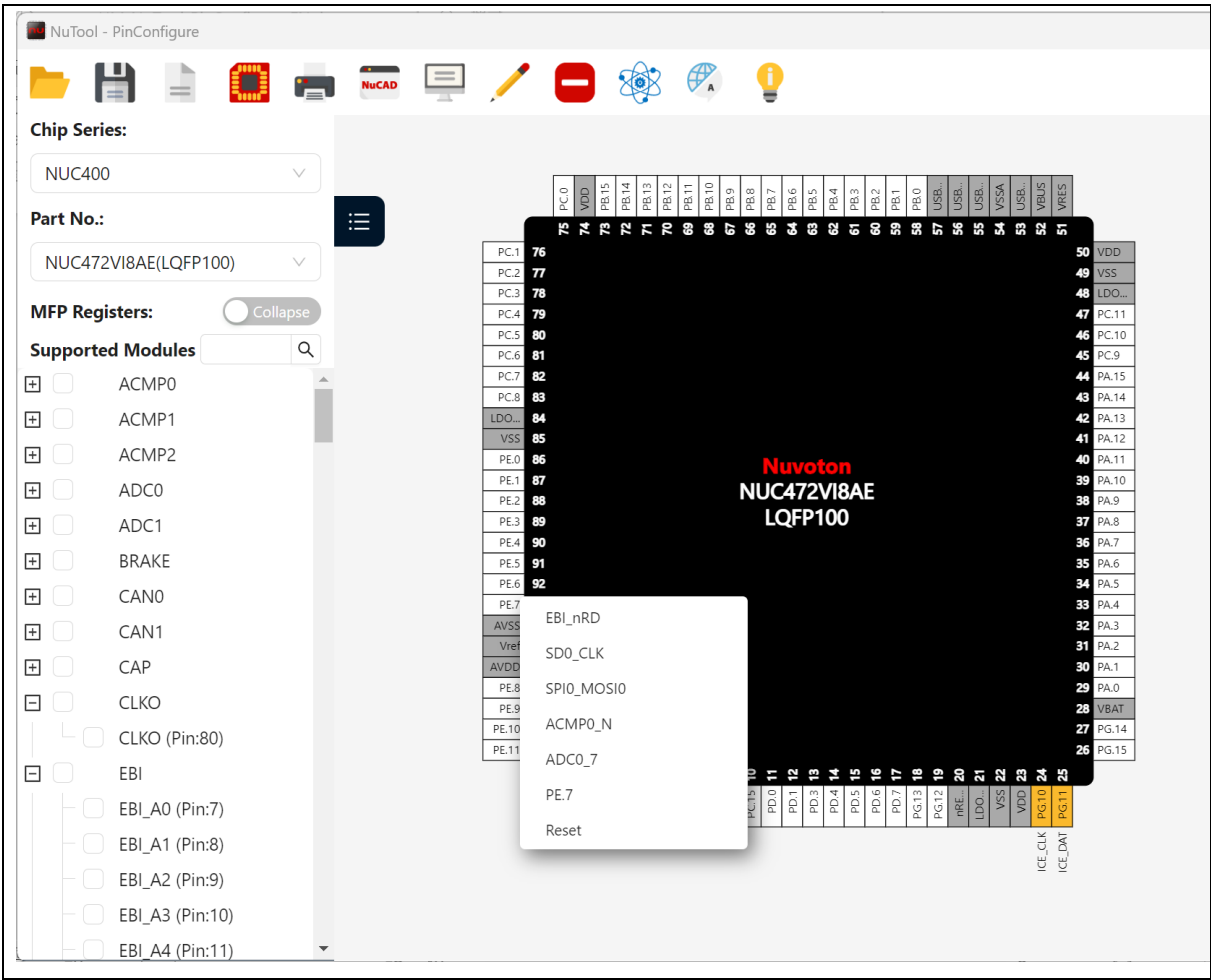

图 4-8 多功能管脚的选项
- 1. 将鼠标移动到预期的管脚上，并点击鼠标左键。接着在管脚附近将显示出多功能管脚的选项(参照图 4-8)。